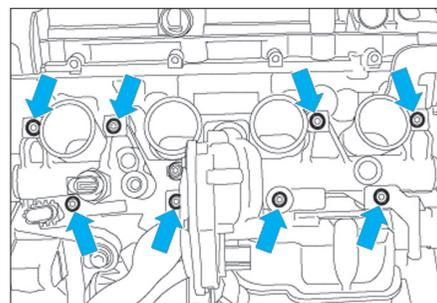

Fig. 42
- Dévisser les vis et déposer la rampe commune avec le volet de la commande d'air des injecteurs (Fig.42).